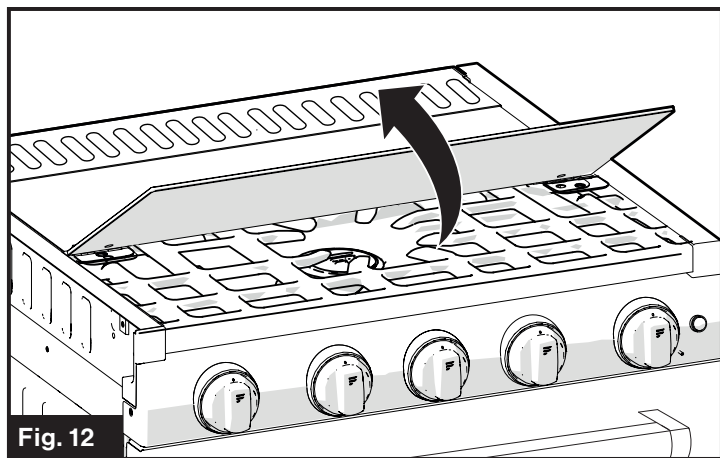

Fig. 12
1. Soulevez à l'avant pour ouvrir le couvercle en verre de la table de cuisson et repliez-le jusqu'à ce qu'il ne recouvre plus la surface de cuisson. Le couvercle en verre supérieur doit rester ouvert lorsque vous allumez et utilisez la table de cuisson. (Fig. 12)